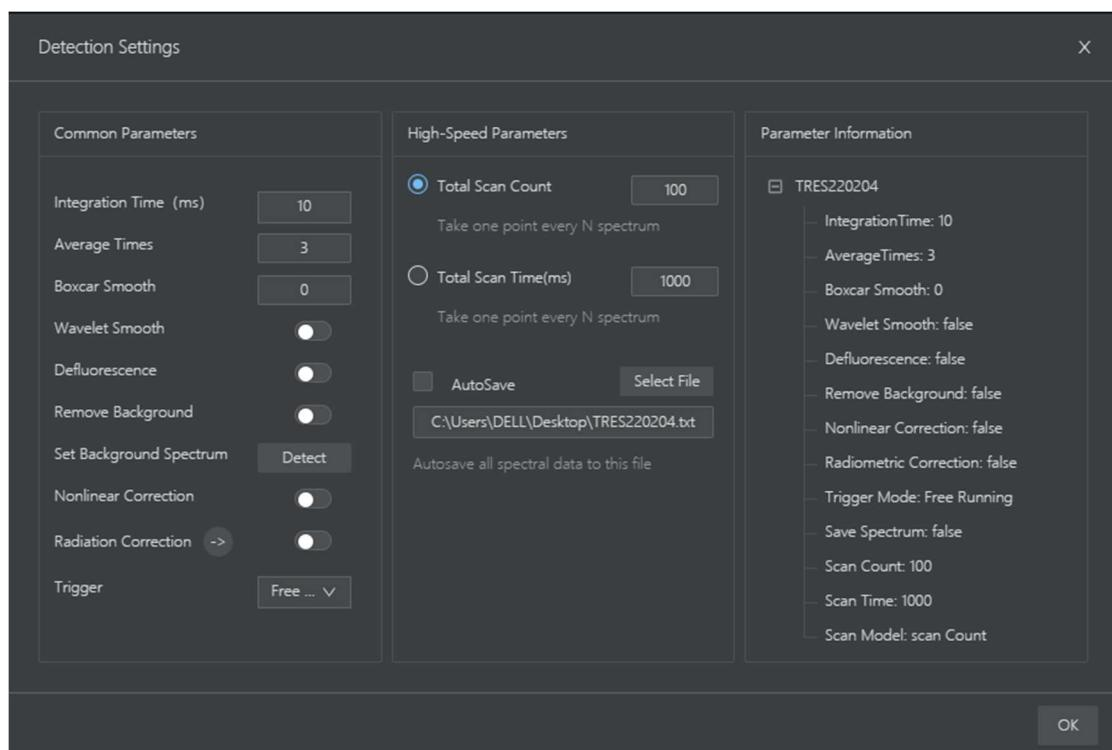

图 4.9 高速采集模式设置窗口
- 采样设置：采样设置分为常规参数设置 Common Parameters，高速采集参数设置 High-Speed Parameters 和设置明细三个部分（见图 4.9）。常规参数包含常用的检测前参数（积分时间、平均次数等）和检测后参数（消荧光、平滑等）的设置，具体内容如下：